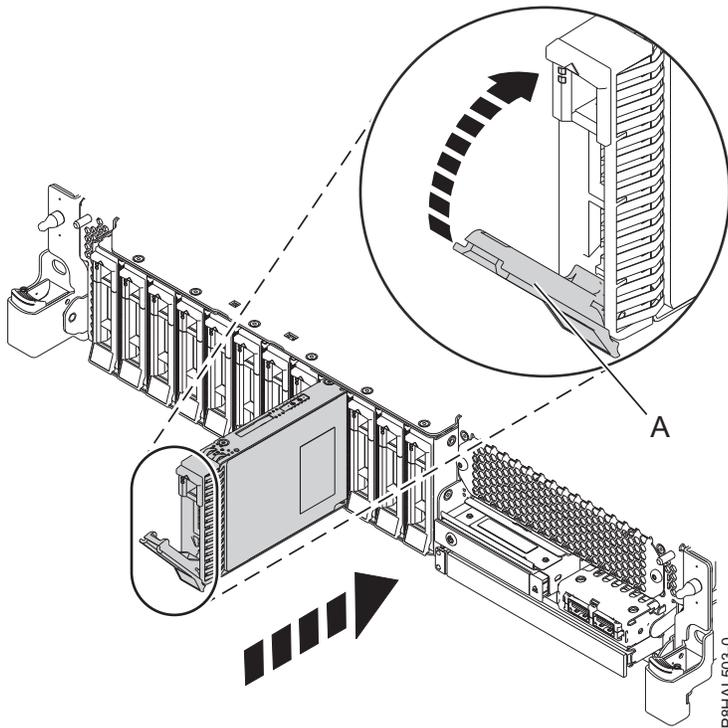
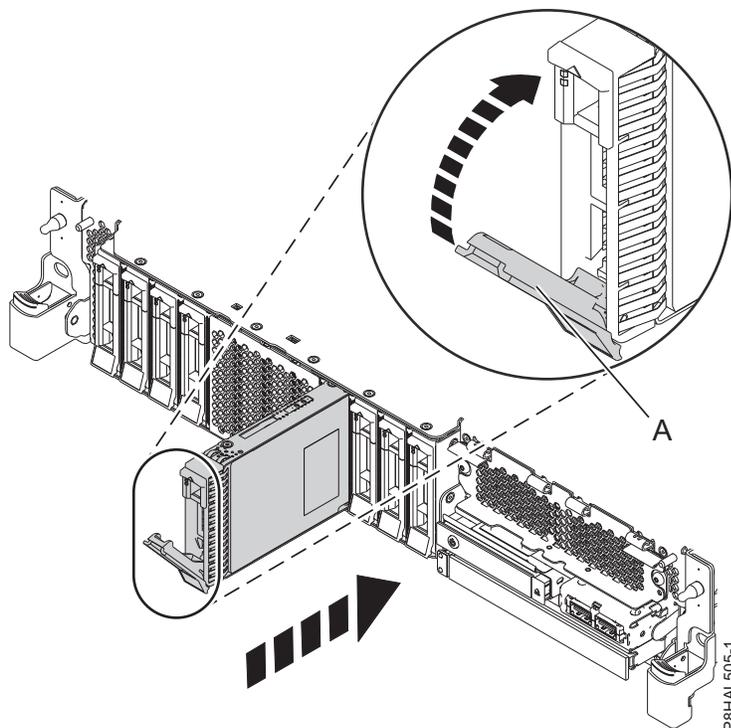

Figure 54. Remise en place d'une unité de disque dans un système à fonction de base
Figure 55. Remise en place d'une unité de disque dans un système à fonction étendue
3. Déverrouillez la poignée de la baie d'unité (A) en appuyant dessus et en la tirant vers vous. Si la poignée n'est pas complètement sortie, vous ne pouvez pas insérer l'unité dans le système. Voir figure 54, à la page 56 et figure 55, à la page 57.
7. Lorsque le voyant d'identification s'allume et reste fixe, faites glisser complètement l'unité dans le système et poussez complètement la poignée de la baie d'unité (A) jusqu'à ce qu'elle se verrouille, comme illustré dans la figure ci-dessous. figure 54 et figure 55, à la page 57.